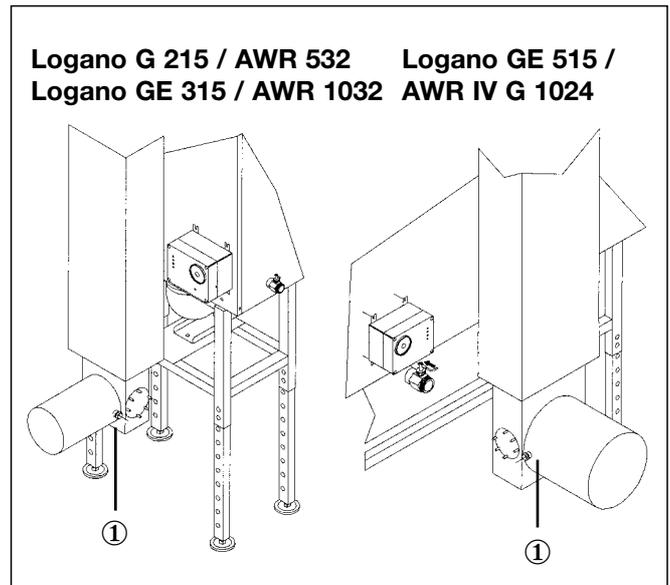

Abb. 13: Prüföffnung zur Messung der Abgastemperatur nach dem Kessel
Diese sollte zwischen Kessel und Öl-Brennwert-Wärmetauscher (siehe Abb. 13, Pos. ①) den technischen Daten der Kessel Logano G 215, GE 315 und GE 515 entsprechen. Siehe Montage- und Wartungsanweisung des Kessels.